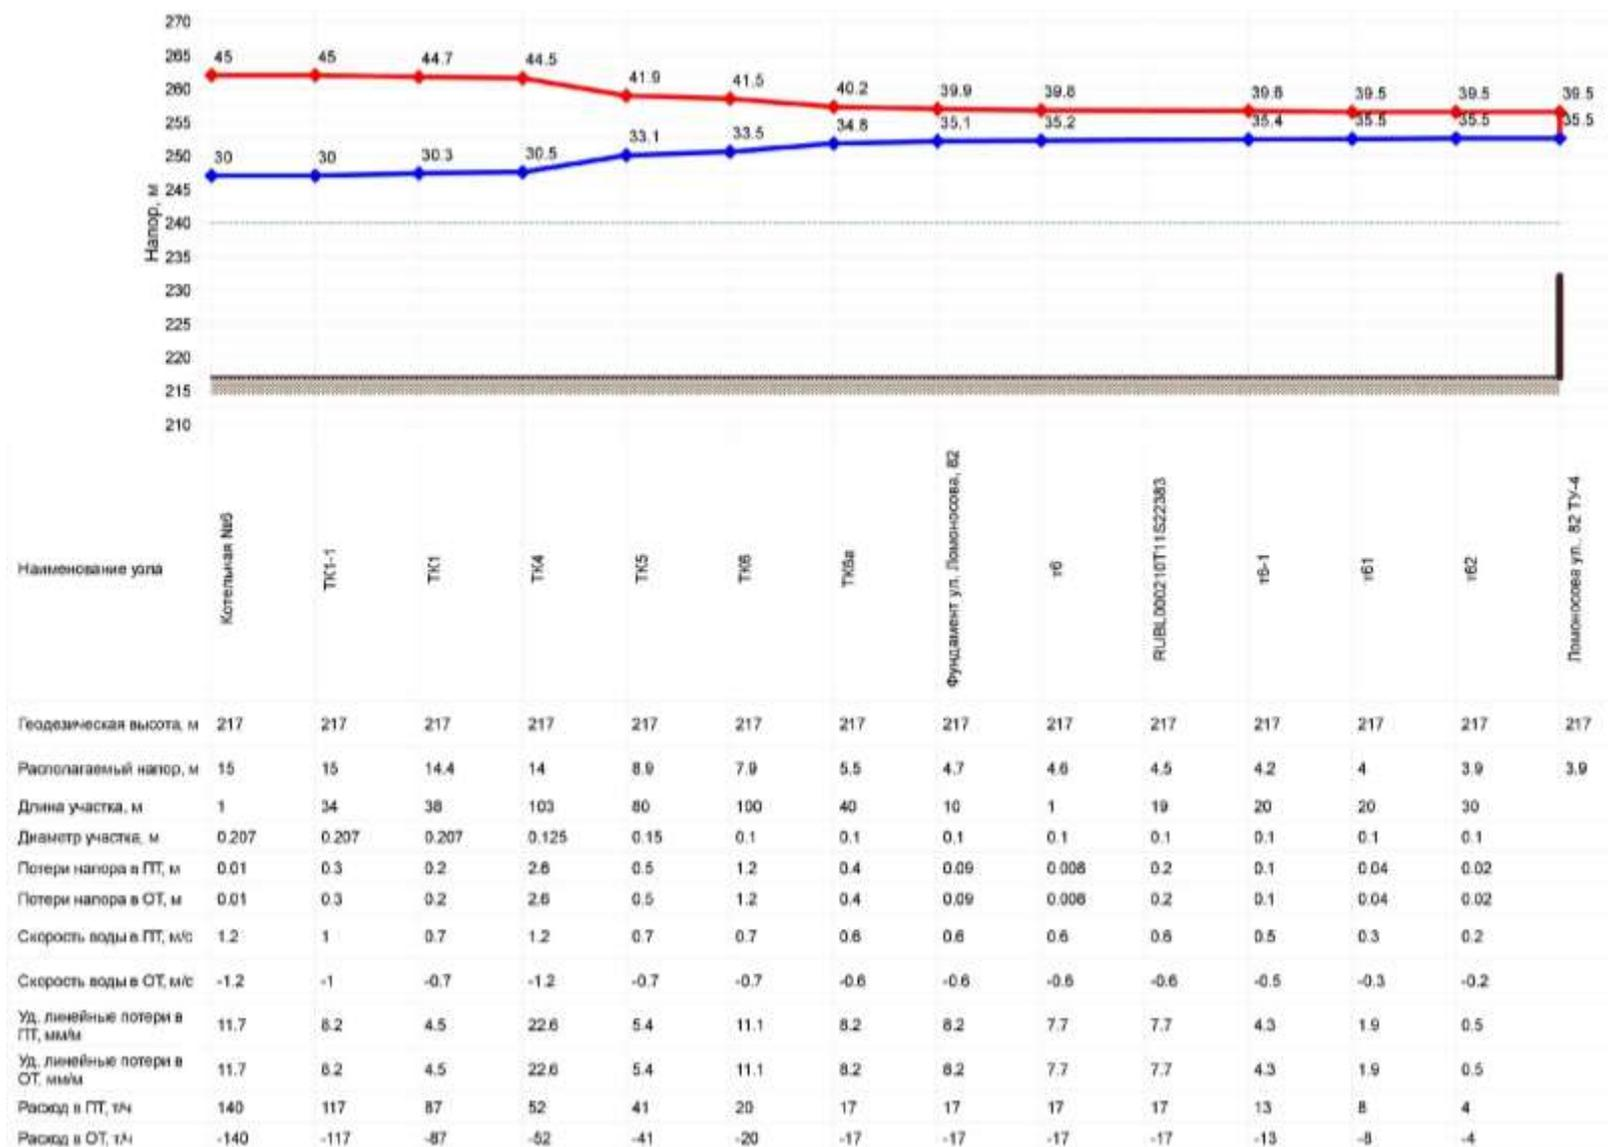

Рисунок 26 - Пьезометрический график от котельной № 6 до здания по ул. Ломоносова, 82
- расчетный путь от котельной № 6 до здания по ул. Ломоносова, 82 (рисунок 25), основные характеристики теплопровода и режимные параметры теплоносителя (таблица 13), результаты гидравлического расчета, пьезометрический график (рисунок 26)